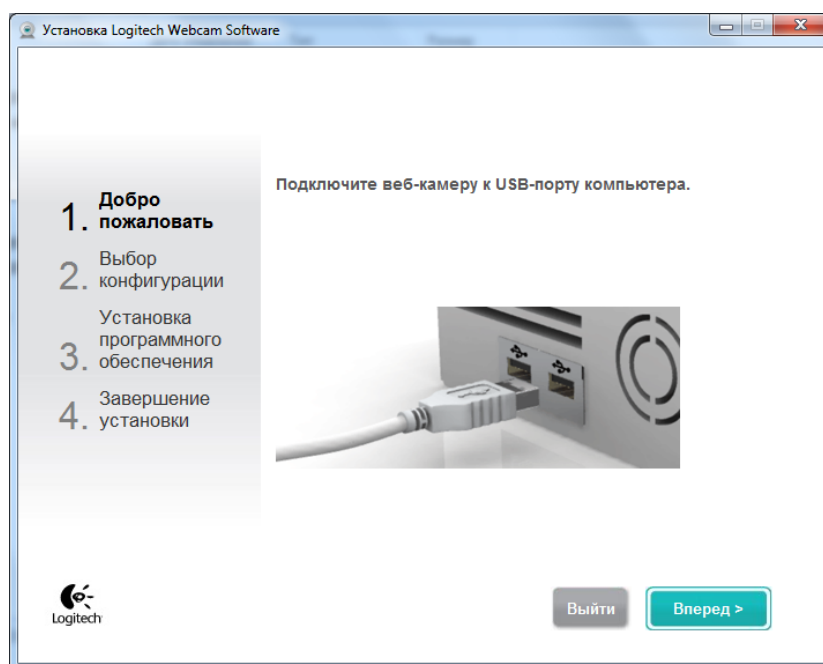

Рисунок 15.2
3. Соединить диафаноскоп с персональным компьютером шнуром USB, входящим в комплект поставки (Рисунок 15.2)